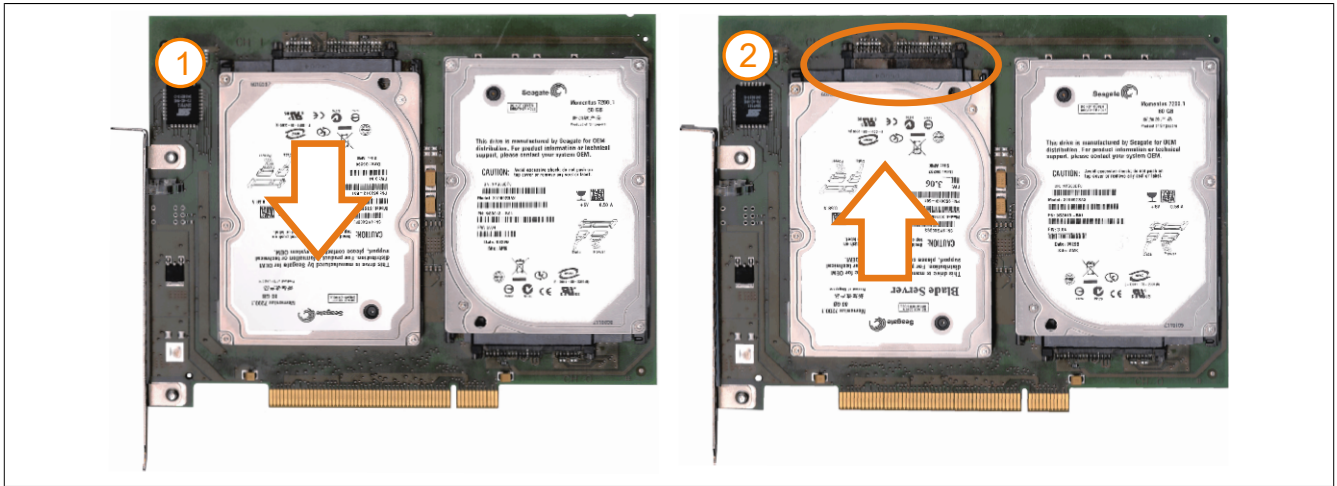

Abbildung 277: Hard Disk Tausch
6. Vorderseitig die Hard Disk nach unten hin wegschieben (Abb. 277: Hard Disk Tausch - linkes Bild).
7. Neue Hard Disk vorsichtig in die Steckverbindung (Abb. 277: Hard Disk Tausch - rechtes Bild) aufstecken und dabei die Hard Disk nur an der Stirnseite, nicht an der Oberseite, berühren.